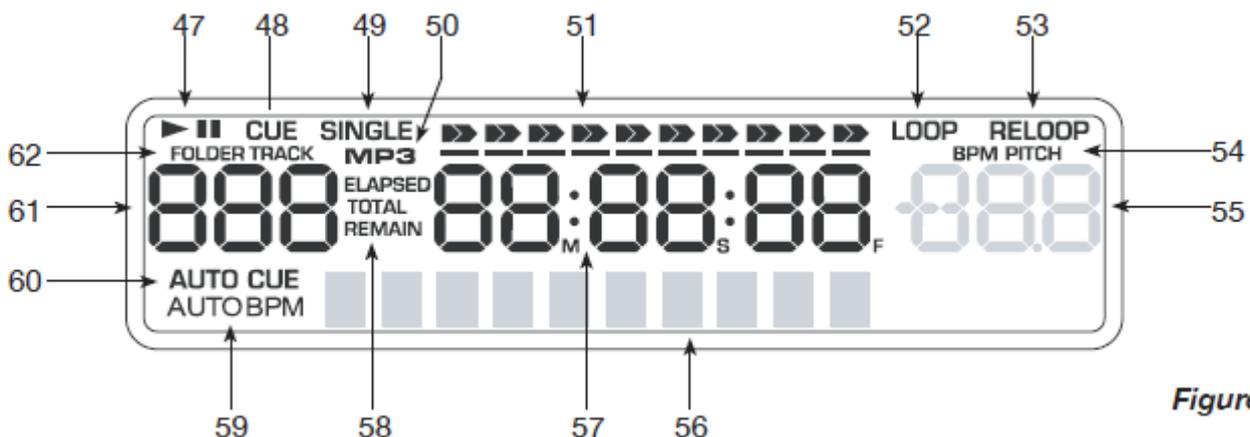

Figure 6
D. PANNEAU ÉCRAN LCD (FIGURE 6)
- 55. COMPTEUR BPM/PITCH :** Ce compteur affiche le pourcentage de pitch affecté au *PITCH SLIDER* (5).